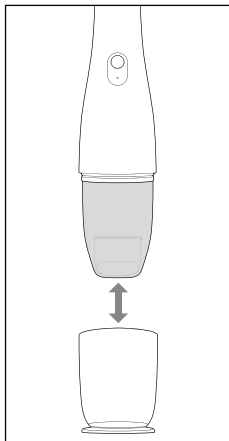

Fig. 4
1. Hold fast i produktets håndtag **9**, og tag lukkekappen **1** af produktet (se fig. 4).
5. Sæt lukkekappen **1** på produktet (se fig. 4).